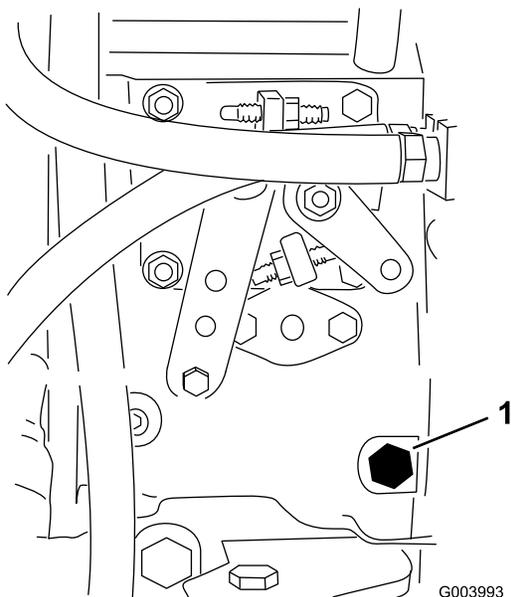

Рисунок 32
3. С помощью динамометрического ключа 12 мм выверните винт для продувки из топливного насоса (Рисунок 32).